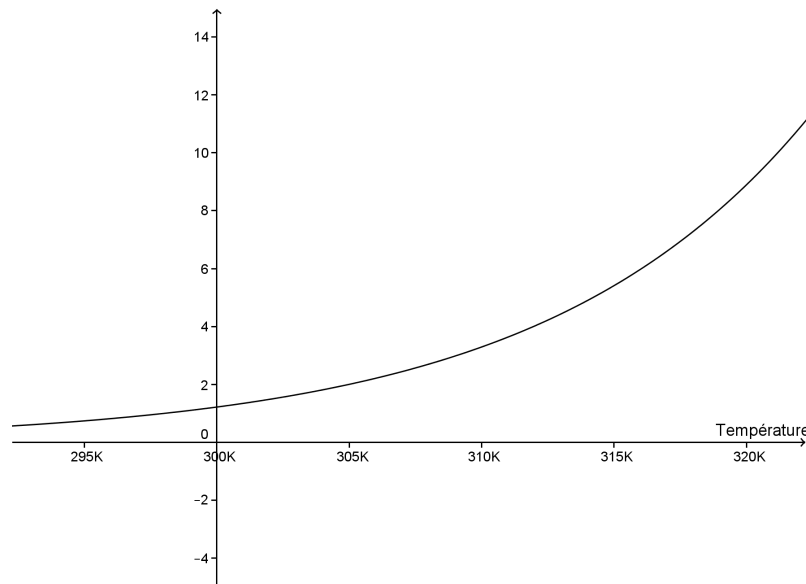

FIGURE 1 – Allure de la loi du q_{10} pour une température de référence de 298K et un coefficient de 2,7.
- $f(T)$ est le coefficient correspondant à la dépendance en température et suivant une loi du q10 (représenté sur la figure 1),